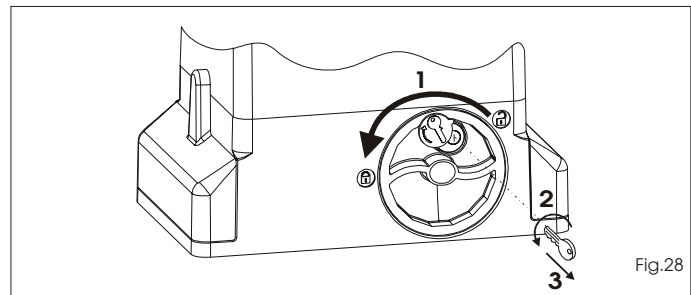

Fig.28
- Draai het ontgrendelsysteem tegen de klok in tot de aanslag Fig.28 ref.1.
- Draai de sleutel tegen de klok in en haal hem uit het slot, Fig. 28, ref. 2 en 3.